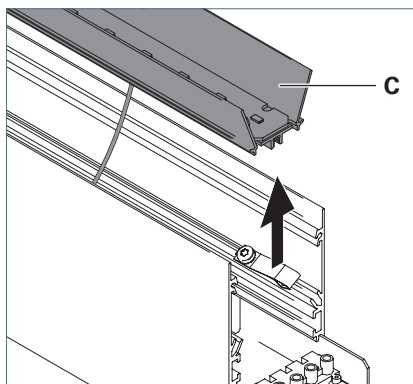

Fig. 14: Rimozione del riflettore.
- Rimuovere il riflettore **C** dall'apparecchio e posizionarlo accanto all'apparecchio, vedi Fig. 14.